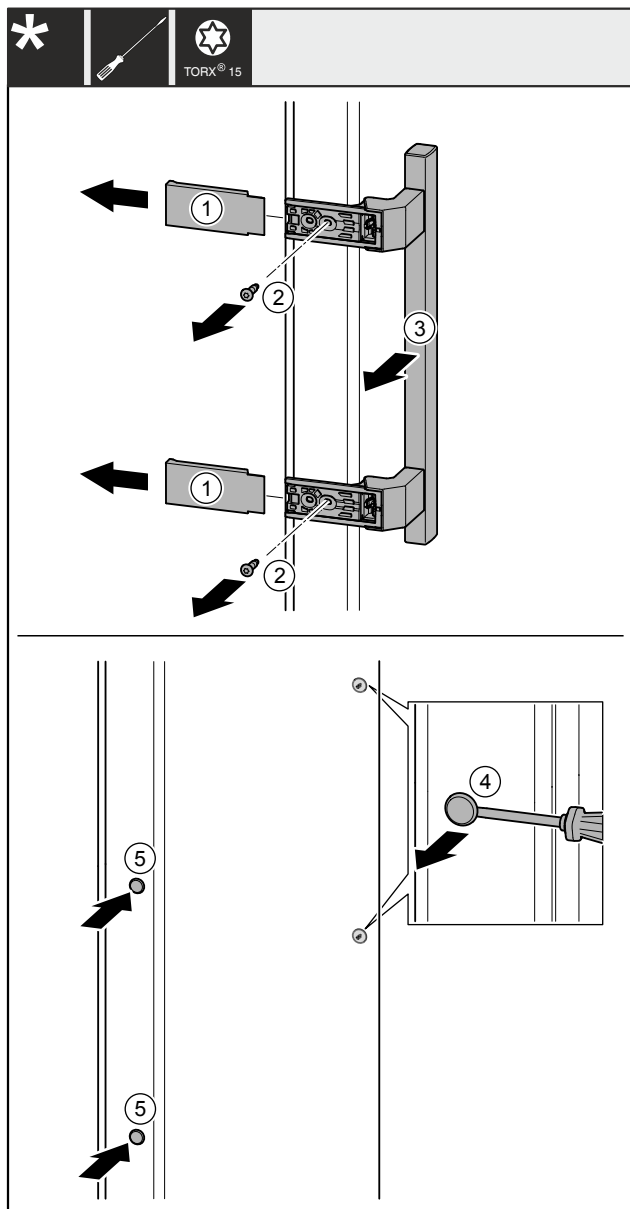

Fig. 41
- Stáhněte kryty Fig. 41 (1).
- Šroubovákem vyšroubujte šrouby Fig. 41 (2).
- Sejměte madlo Fig. 41 (3).
- Postranní zátku Fig. 41 (4) opatrně plochým šroubovákem nadzvedněte a vytáhněte.
- Zátku Fig. 41 (5) opět vložte na druhé straně.